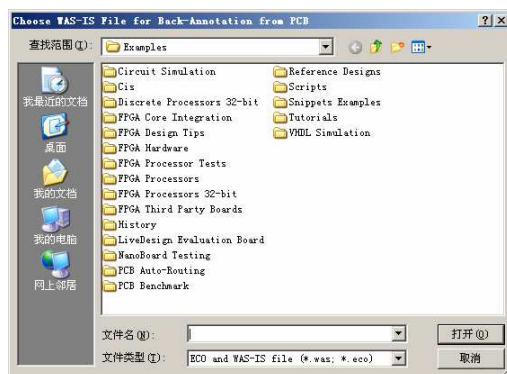

图 3.52 “Choose WAS-IS File for Back-Annotation from PCB”对话框
6) “Back Annotate”按钮用于导入 PCB 中已有的编号文件，使原理图的自动编号与对应的 PCB 图同步。当单击该按钮后，会打开如图 3.52 所示的“Choose WAS-IS File for Back-Annotation from PCB”对话框，在对话框中选择对应的“ECO”或“WAS-IS”文件，单击“OK”按钮，即可将该文件中的编号信息导入自动编号列表。